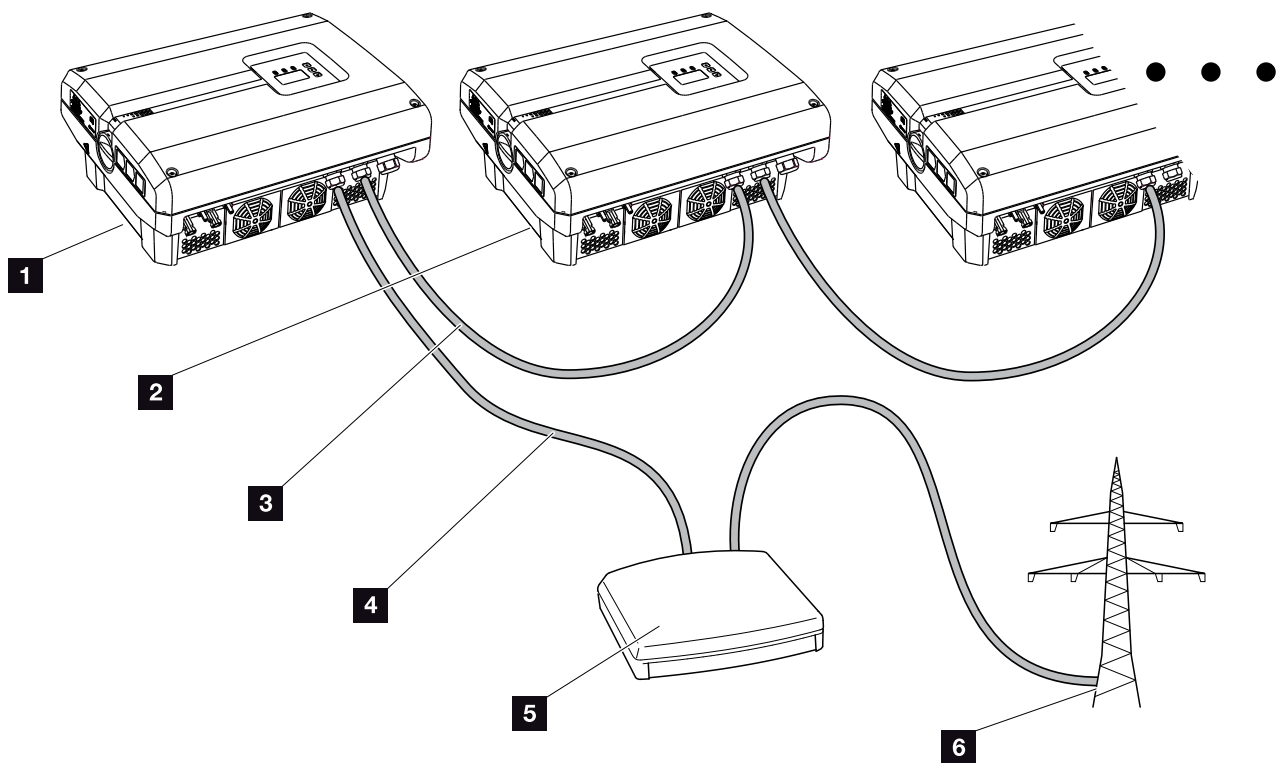
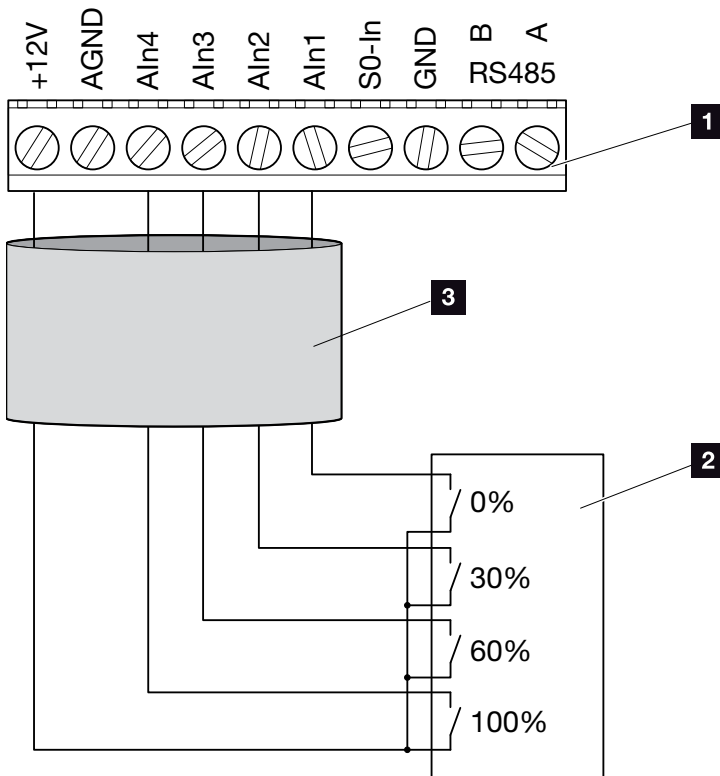

Bild 51: Konfiguration av rundstyrningsmottagaren med flera växelriktare (ethernet-nätverk)
Bild 52: Anslutning av rundstyrningsmottagaren
2. Anslut alla växelriktare via Ethernet-anslutningarna (RJ45) med en Ethernet-kabel.  **Bild 51**
3. Anslut rundstyrningsmottagaren till Master-växelriktaren  **Bild 51 pos. 1** via det analoga gränssnittets anslutningsklämma (10-polig).  **Bild 52**
Rundstyrningsmottagaren får endast anslutas till Master-växelriktaren.  **Bild 51**